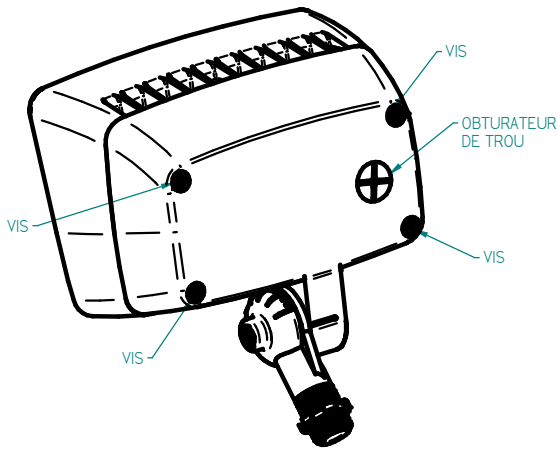

Fig. 4
Installation de la cellule photoélectrique (voir Fig. 4 et Fig. 5)
- À l'aide d'un tournevis Phillips, déposer les quatre (4) vis et la pièce d'obturation vissée montrées à la figure 4 et déposer le boîtier arrière du projecteur.
- Reposer le boîtier arrière et visser les quatre (4) vis montrées à la figure 4.